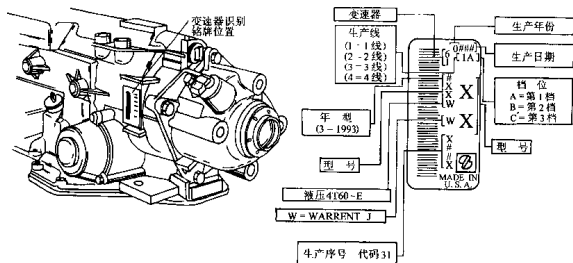

图 1-2 液压 3T40 型自动变速器
液压 3T40 型自动变速器广泛应用于通用 (GM) 汽车公司 90 年代雪佛兰面包车 (Chevrolet Lumina)、别克世纪 (Buick Century) 轿车、奥兹莫比 (Oldsmobile)、旁蒂克 (Pontiac) 面包车等车型, 其铭牌位置见图 1-2。